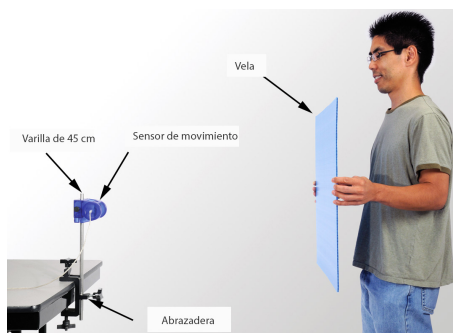

Figura 6.1: La vela azul grande del carro se utiliza como blanco para mejorar los resultados del gráfico usando el sensor de movimiento.
1. Utilizar la abrazadera de varilla y la varilla de 45 cm para sujetar el sensor de movimiento a la mesa, como se muestra en la Figura 6.1. Se necesitará al menos 3 metros de espacio vacío delante del sensor.
3. Dirigir el sensor de movimiento a la sección media cuando se esté de pie frente al sensor. Colocar la vela azul del ME-9595 (ver Figura 6.1) delante del cuerpo para mejorar los resultados, puesto que una reflexión de diversas partes del cuerpo mientras se mueve se puede imitar el movimiento rápido hacia adelante y hacia atrás.
1. Permanecer 1 metro delante del sensor de movimiento, sosteniendo la vela como se muestra en la Figura 6.1.